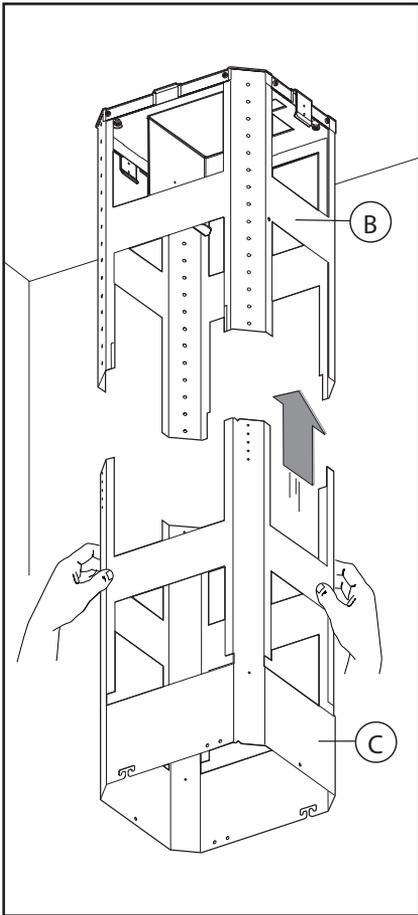
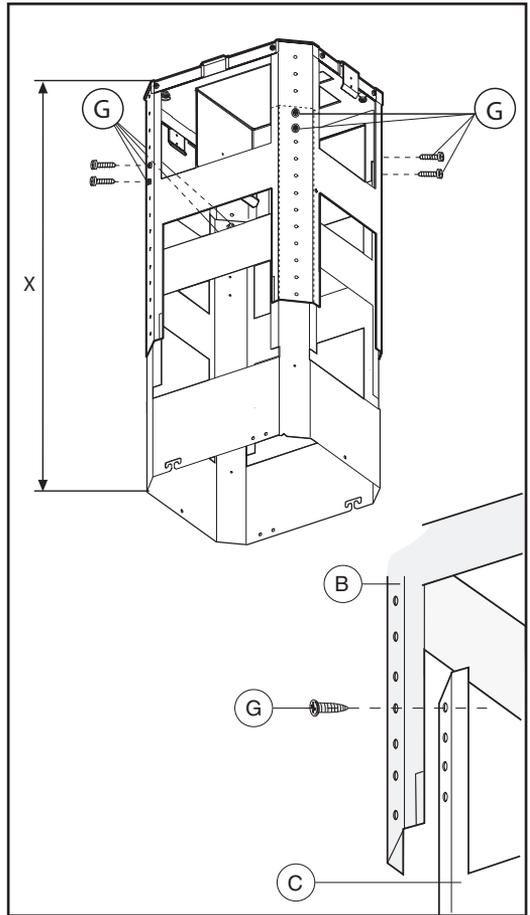
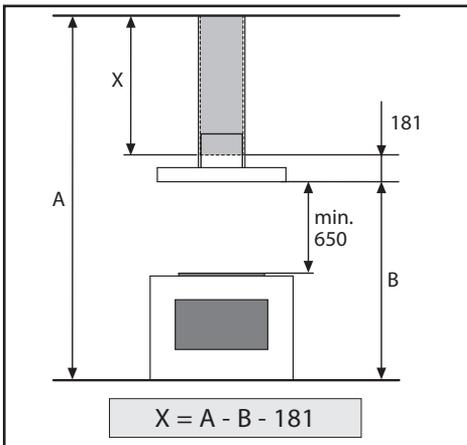

Fig. 5
Fig. 6
Fig.14
- Den unteren Teil des ausziehbaren Trägersupports **C** nehmen und auf dem oberen **B** anbringen (**Abb.5**). Die gewünschte Höhe **X** einstellen, wobei auf die in **Abb.14** angegebenen Maße Bezug zu nehmen ist, und sie mithilfe der mitgelieferten 8 Schrauben **G** montieren (**Abb.6**).